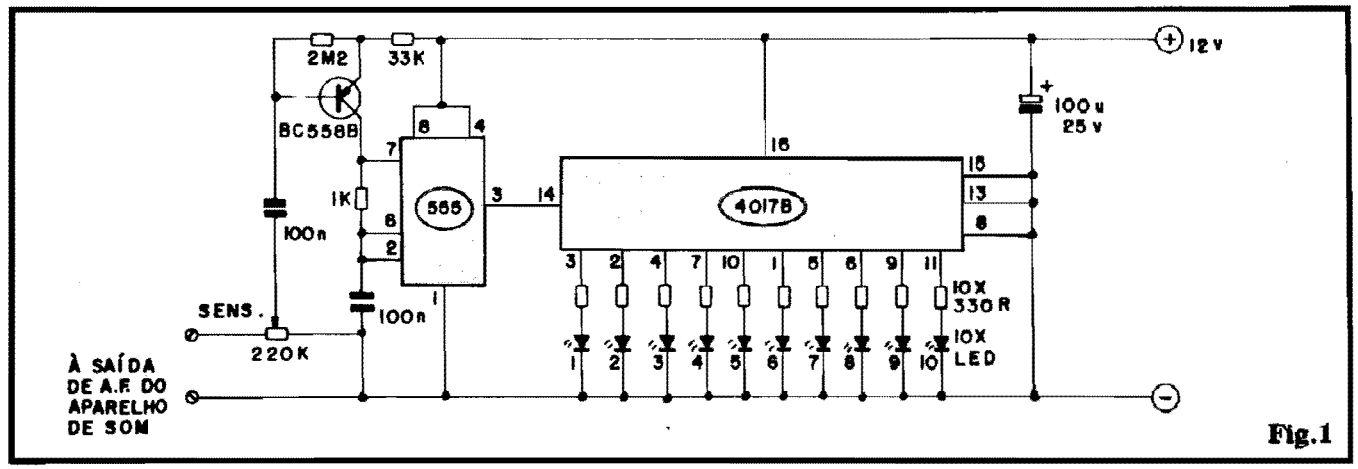

Fig.1
- FIG. 1 - O CIRCUITO - Nos seus módulos ou blocos principais, o SPLIC é bastante convencional, baseado em estruturas e componentes mais do que conhecidos pelo Leitor/Hobbysta: o *driver* final do sequenciamento de 10 estágios é - nada mais, nada menos - um "manjadíssimo" 4017, C.MOS, que "traciona" os LEDs diretamente, via resistores de limitação de Corrente no valor de 330R (são necessários devido à Tensão de alimentação não muito baixa, de 12V...). Aqui vale lembrar que, estando os 10 LEDs sob controles individuais, cada um energizado por uma saída do 4017, nada impede que cores, formatos e tamanhos diversos se-